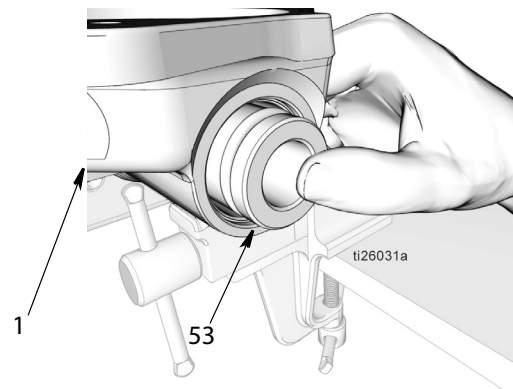

Рис. 43
- d. Используйте свои пальцы для вжатия соединительной муфты (53) в основание насоса (1). Затем с помощью стержня из мягкого материала вдавите соединительную муфту полностью вниз насколько возможно (Рис. 43).
**ПРИМЕЧАНИЕ:** Соблюдайте осторожность, чтобы не поцарапать или не повредить соединительную муфту и/или корпус основания насоса (1) во время установки соединительной муфты в основание насоса. Поцарапанные или поврежденные поверхности могут создать путь для утечки жидкости во время работы насоса и помешает надлежащей работе насоса.